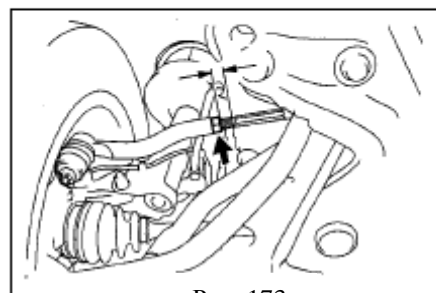

Рис. 173
(4) Убедитесь, что длина обеих сторон одинаковая. Разница в длине слева и справа не должна превышать 1.5 мм.
(5) Затяните контрящую гайку поперечной рулевой тяги(рис. 173)